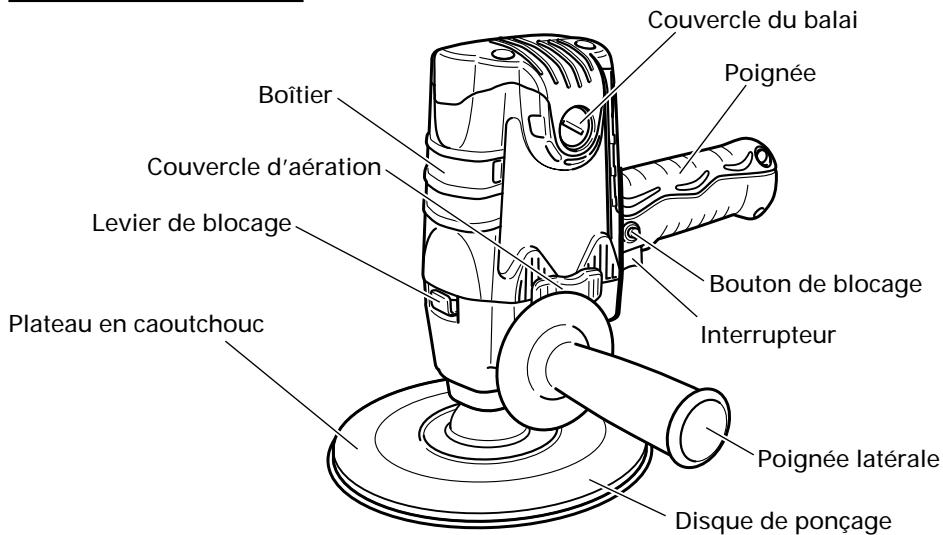

Fig. 1
1. Maintenir la subleuse/polisseuse à disque fermement par la poignée du corps et sa poignée secondaire. (Fig. 1)